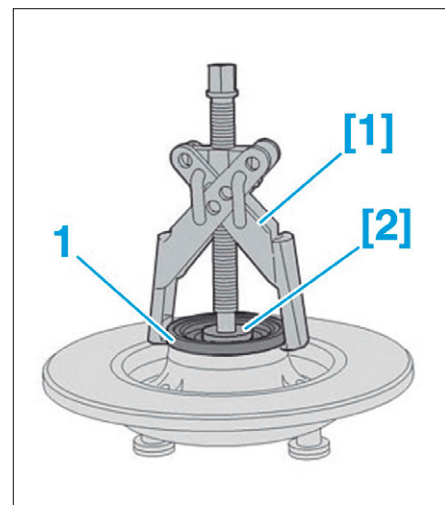

FIG. 37
- Mettre en place les outils [1] et [2] (Fig.37).
- Extraire la cible d'antiblocage de roue (1) en agissant sur l'outil [1].